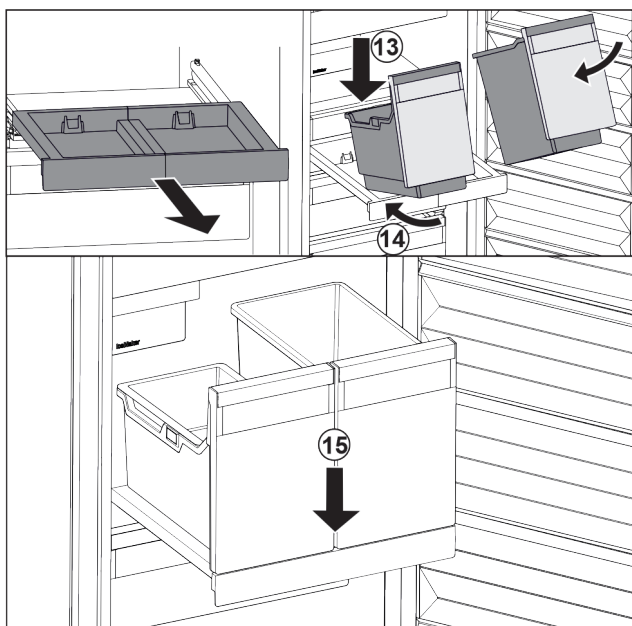

Fig. 34
- ▶ Nasadte nádobu šikmo na vysouvací desku. Fig. 34 (13)
- ▶ Zasuňte nádobu šikmo dozadu. Fig. 34 (14)
- ▶ Usadte vpředu nádobu. Fig. 34 (15)